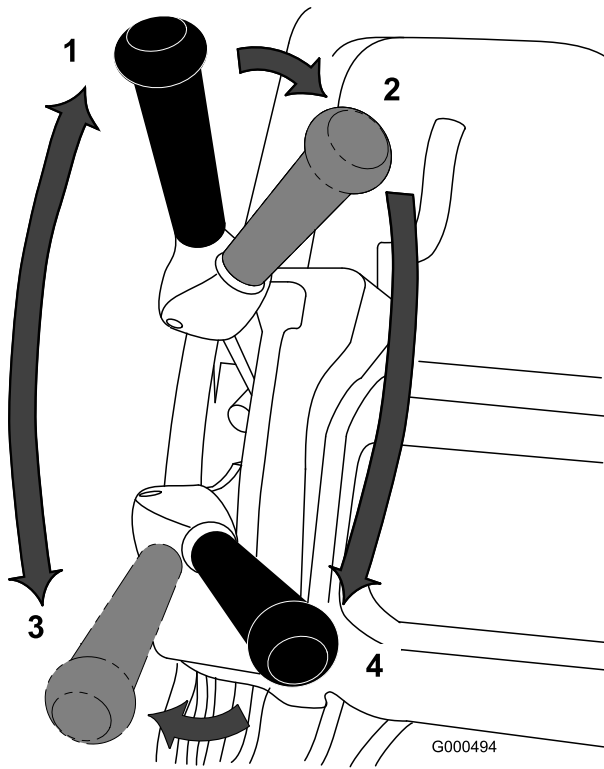

Рисунок 26
1. Запустите двигатель, установите дроссельную заслонку на пониженную частоту вращения, нажмите на ручку вниз, чтобы поднять режущий блок, нажмите на средство контроля присутствия оператора, переведите рычаг тяги в положение "Вкл." и переместите газонокосилку на край поля (Рисунок 26).
2. Переведите рычаг тяги в положение «Выкл.» и включите рычаг привода барабана (Рисунок 26).
3. Переведите рычаг тяги в положение "Вкл.", увеличивайте посредством дроссельной заслонки частоту вращения до тех пор, пока газонокосилка не будет двигаться с требуемой скоростью, переместите газонокосилку на поле, опустите переднюю часть газонокосилки и начните работу (Рисунок 26).